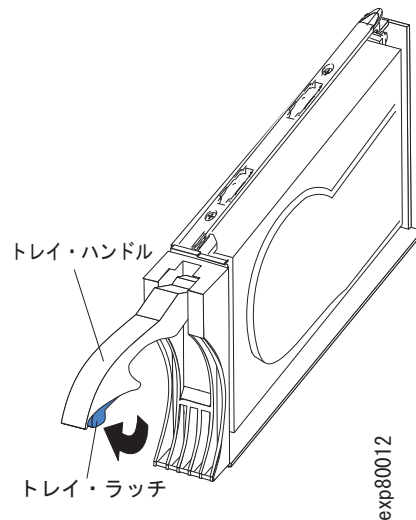

図 82. E-DDM CRU ハンドル
- b. 図 82 に示すように、トレイのハンドルを、開いた位置になるように引き出します。
- a. 157 ページの図 82 に矢印で示されているように、トレイ・ハンドル下部の内側を押して、E-DDM CRU のラッチを解放します。